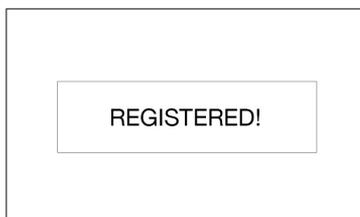

Fig. 17
5. Cuando termina el registro de la válvula dispensadora con medidor con el software de gestión de fluidos Pulse, aparece REGISTERED (Registrada) en la pantalla (Fig. 17). Se visualiza la pantalla UTILITY MENU.